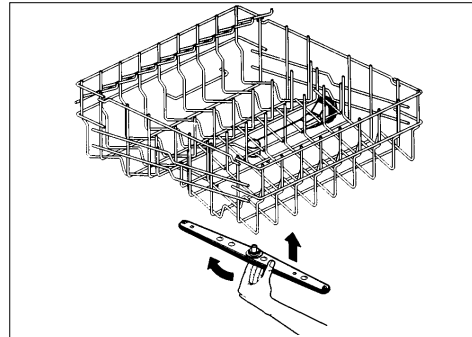

Abb. 11
- Nehmen Sie den oberen Sprüharm heraus, indem Sie ihn mit einer Drehbewegung senkrecht nach unten ziehen (siehe Abb. 11).